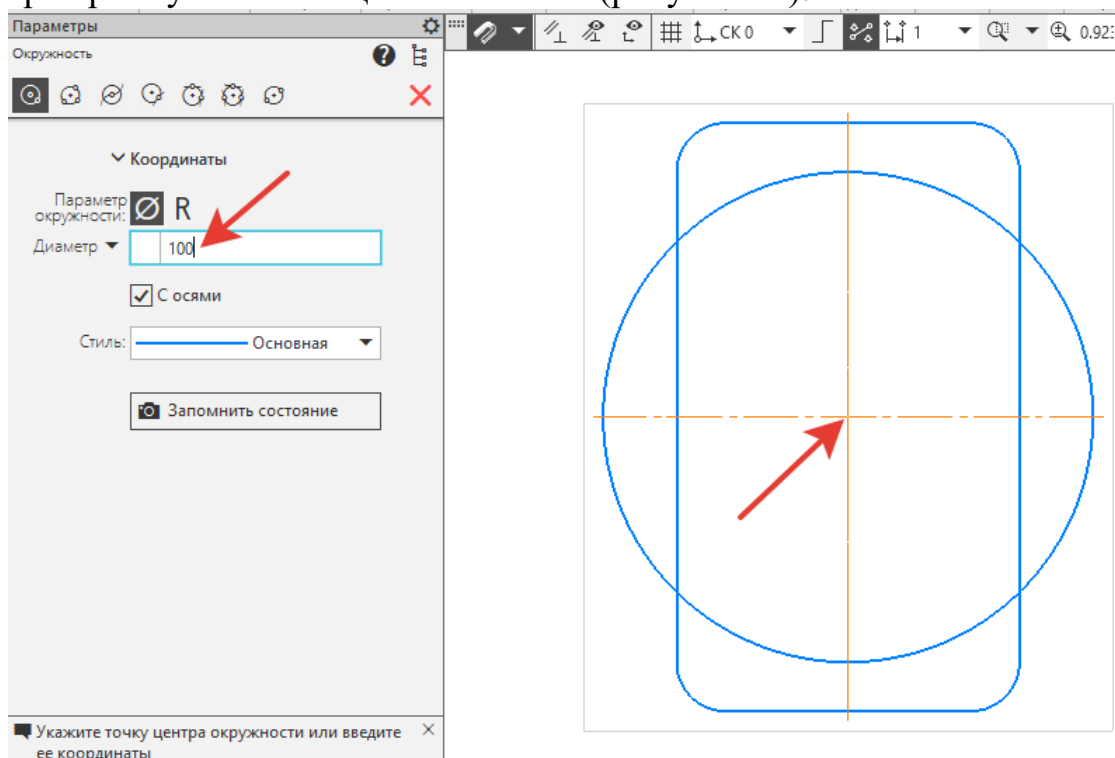

Рисунок 14.
7. На инструментальной панели **Геометрия** -  **Окружность**. В **Параметрах** ввести: **Диаметр - 100**, поставить галочку – **С осями**. Зафиксировать в центре прямоугольника щелчком мыши (рисунок 14).